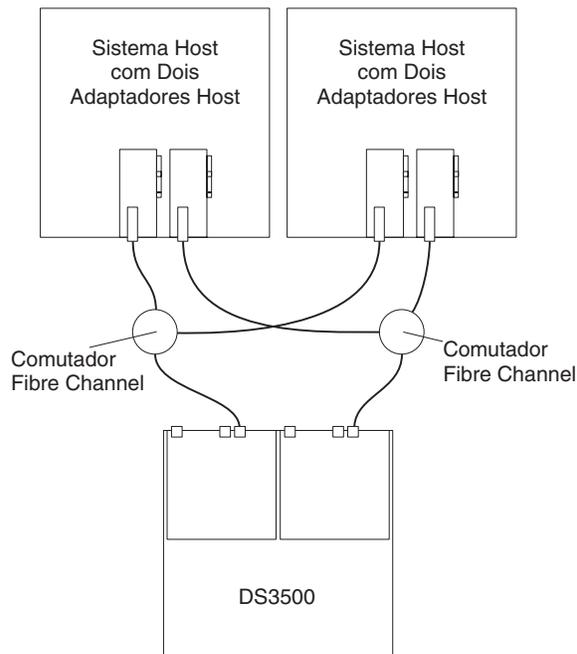

Figura 62. Exemplo de uma Configuração de Malha SAN Fibre Channel Dupla
- Configuração de malha SAN dupla, conforme mostrado em Figura 62 na página 76
Em Figura 62, os comutadores Fibre Channel *não* estão conectados juntos através de um ISL. Cada comutador forma sua própria malha SAN. Esta configuração também é a configuração a ser usada para um nó do host de configuração.